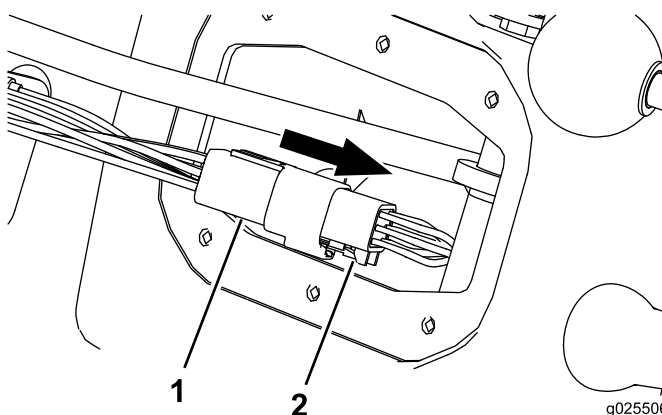

図6
10. 車両用ハーネスからシフトインジケータ用のコネクタを外す図6。